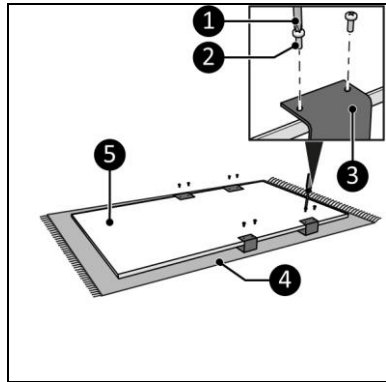

Figura 8
8. Așezați dispozitivul pe o suprafață moale, relativ constantă (Figura 8, poziția 4).
9. Așezați cele două suporturi pentru prosoape (Figura 8, poziția 3) pe două dintre cele trei locații posibile de pe panoul principal (Figura 8, poziția 5).
10. Însurubați și strângeți cele două suporturi pentru prosoape (Figura 8, poziția 3) cu opt șuruburi mici (Figura 8, poziția 2) folosind o șurubelniță Phillips (Figura 8, poziția 1).